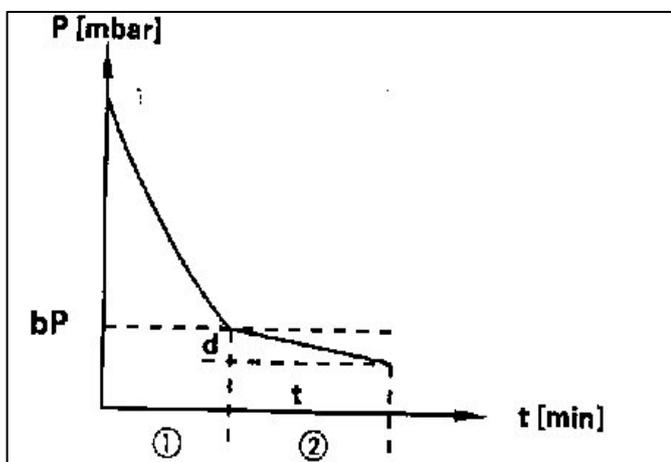

Fig. 6: Controllo dei parametri in automatico: Riduzione di pressione controllata
- B. Riduzione di Pressione Controllata (Vedi fig. 6)